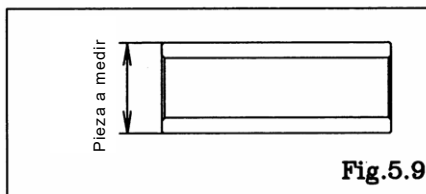

Fig.5.9
- Coloque una tuerca doble en un extremo del pistón central y quite el diafragma y el disco central del extremo opuesto. [Fig. 5.9]
- Central buje [Fig.5.9]